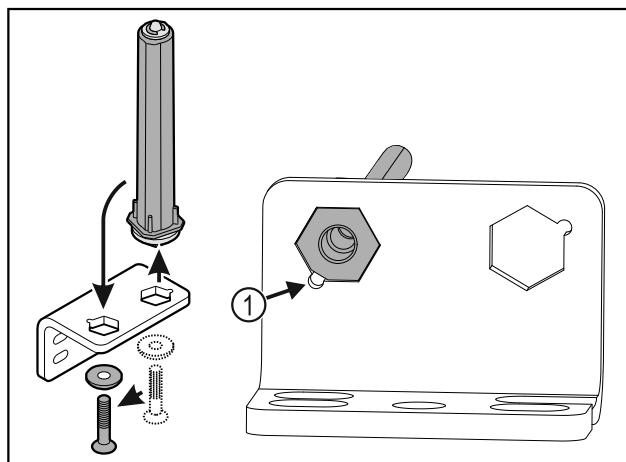

Fig. 33
- Asegúrese de que el bisel del perno Fig. 33 (1) esté orientado hacia el orificio redondo al insertarlo.